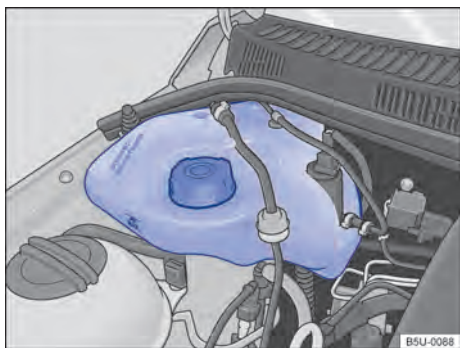

Fig. 129 No compartimento do motor: reservatório de gasolina para o sistema de partida a frio.
O reservatório de gasolina do sistema de partida a frio encontra-se no compartimento do motor, no lado direito → Fig. 129.
- Nunca ultrapassar a marca “MAX” indicada no reservatório → Fig. 129.